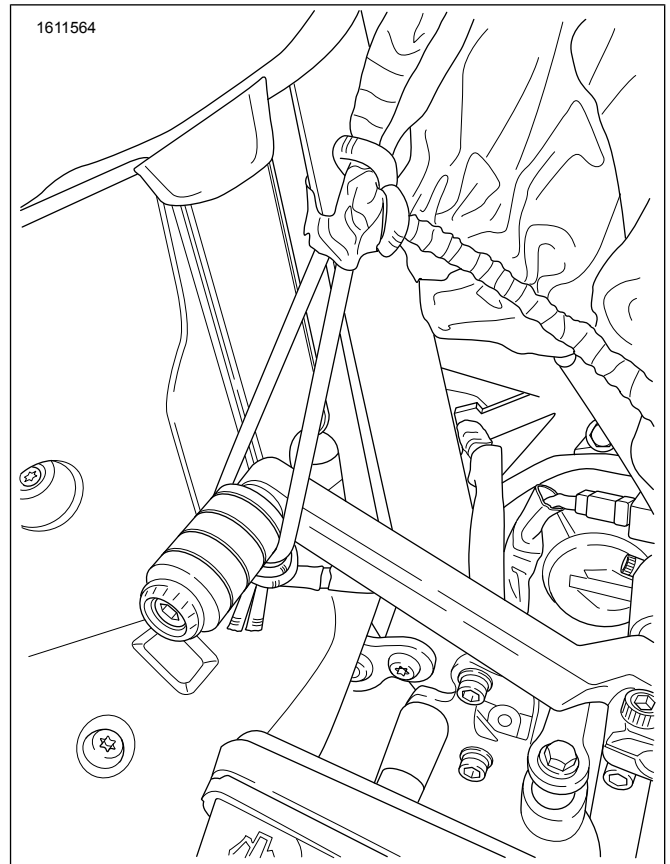
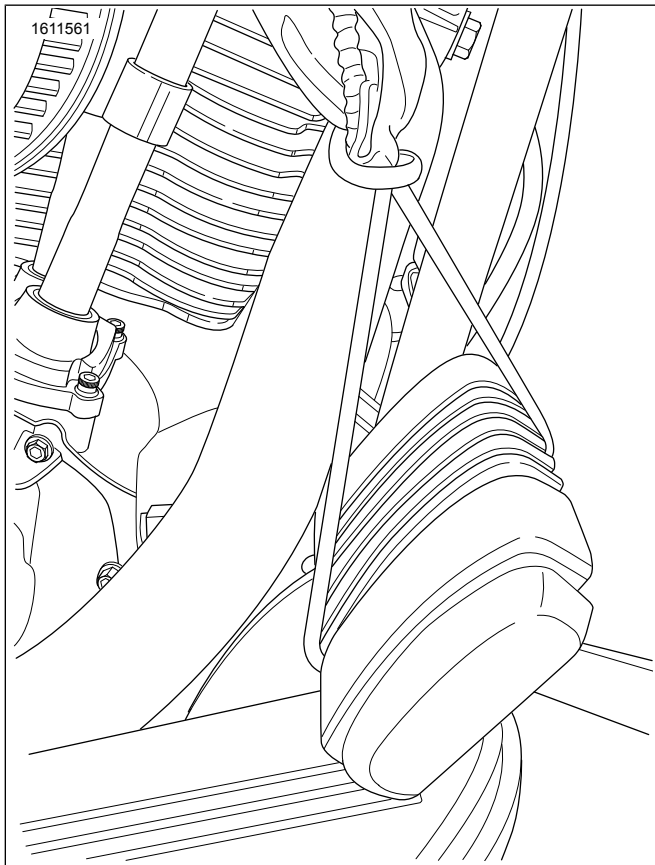

Figure 6. Attache du sélecteur
Figure 5. Attache de la pédale de frein
- a. Voir Figure 5 et Figure 6 . Commandes au pied.